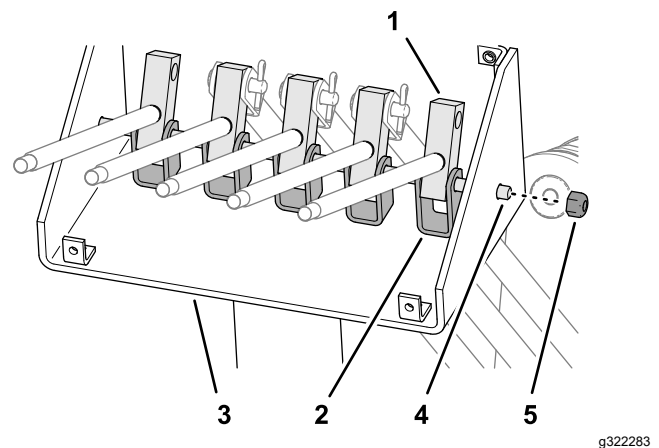

Figura 26
- 7. Sujete el pasador de pivote a la consola con la contratuerca (Figura 26).
- 6. Introduzca el pasador de pivote por los orificios del soporte del acoplamiento de control de la derecha, los bloques de palanca y la consola de control (Figura 26).